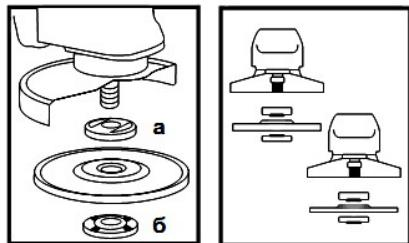

Рисунок 2
4.3 Встановіть на виріб шліфувальний або відрізний круг. Для цього натисніть на кнопку фіксації шпинделя (1) і переверніть його до такого положення, при якому він зафіксується. За допомогою вілочкового ключа з комплекту виробу відверніть і зніміть затиску гайку (б) (дивіться рисунок 2). Встановіть шліфувальний диск на посадкове місце фланцевої шайби (а) (рисунок 2), наживіть рукою затиску гайку на шпиндель і затягніть її ключем з комплекту приладу.